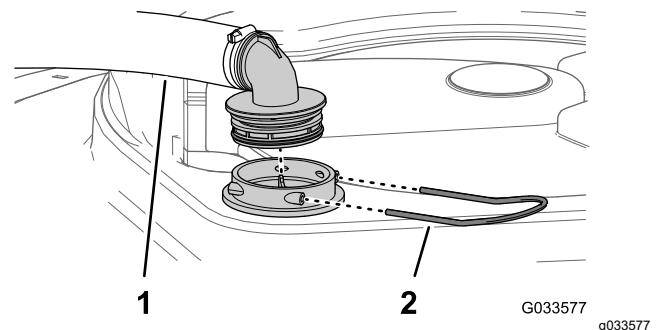

Figure 55
2. Au sommet de la cuve du pulvérisateur, retirez l'étrier qui fixe le raccord de flexible sur le grand flexible et le logement du filtre (Figure 55).
3. Retirez le flexible et le raccord du logement du filtre (Figure 55).